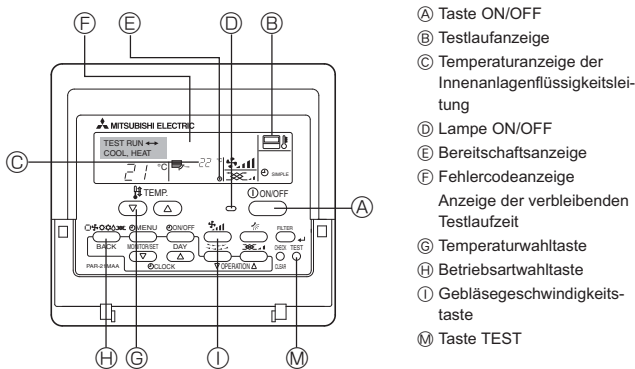

Fig. 7-1
7.2.1. Verwendung der verdrahteten Fernbedienung (Fig. 7-1)
- ① Den Strom mindestens 12 Stunden vor dem Testlauf einschalten.
- ② Die [TEST]-Taste zweimal drücken. ➔ "TEST RUN"-Flüssigkristallanzeige (LCD)
- ③ Taste [Mode selection] (Wahl der Betriebsart) drücken. ➔ Vergewissern, daß Luft ausgeblasen wird.
- ④ Taste [Mode selection] (Wahl der Betriebsart) drücken und die Betriebsart Kühlen (oder Heizen) einschalten. ➔ Vergewissern, daß kalte (oder warme) Luft ausgeblasen wird.
- ⑤ Die Taste [Fan speed] (Luftgeschwindigkeit) drücken. ➔ Vergewissern, daß die Luftgeschwindigkeit eingeschaltet ist.
- ⑥ Den Betrieb des Gebläses der Außenanlage überprüfen.
- ⑦ Durch Drücken der Taste [ON/OFF] den Testlauf freigeben. ➔ Stopp
- ⑧ Speichern Sie eine Telefonnummer ein.